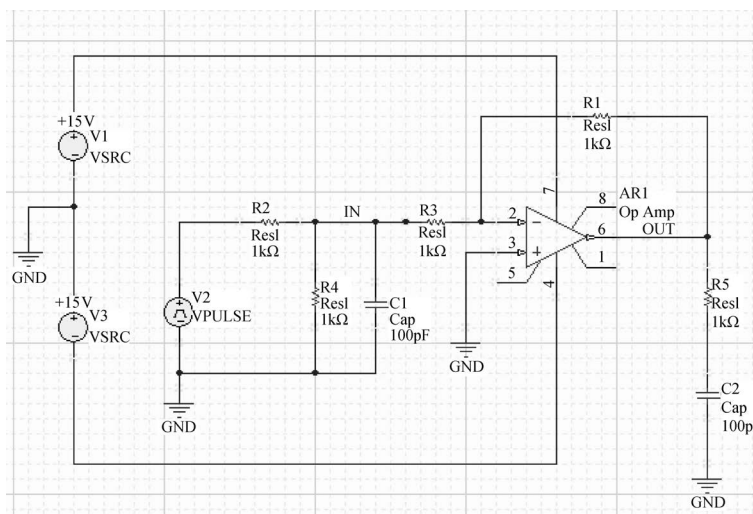

图 3-21 设置电源值并添加 IN 和 OUT 网络标号
(6) 在如图 3-21 所示的电路中,按照前面的方法,将 V1 和 V3 的直流电源设置为 +15V。
(7) 为了后面分析仿真结果的方便,按图 3-21 所示的电路,在放大器的输入和输出端分别放置名称为 IN 和 OUT 的网络标号。